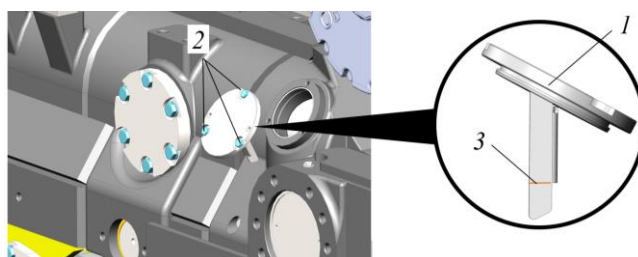

Рисунок 5.159. Процедура проверки уровня масла в корпусе тележки
- ▶ Очистить крышку 1 и прилегающую к крышке область от загрязнений, рис. 5.159.